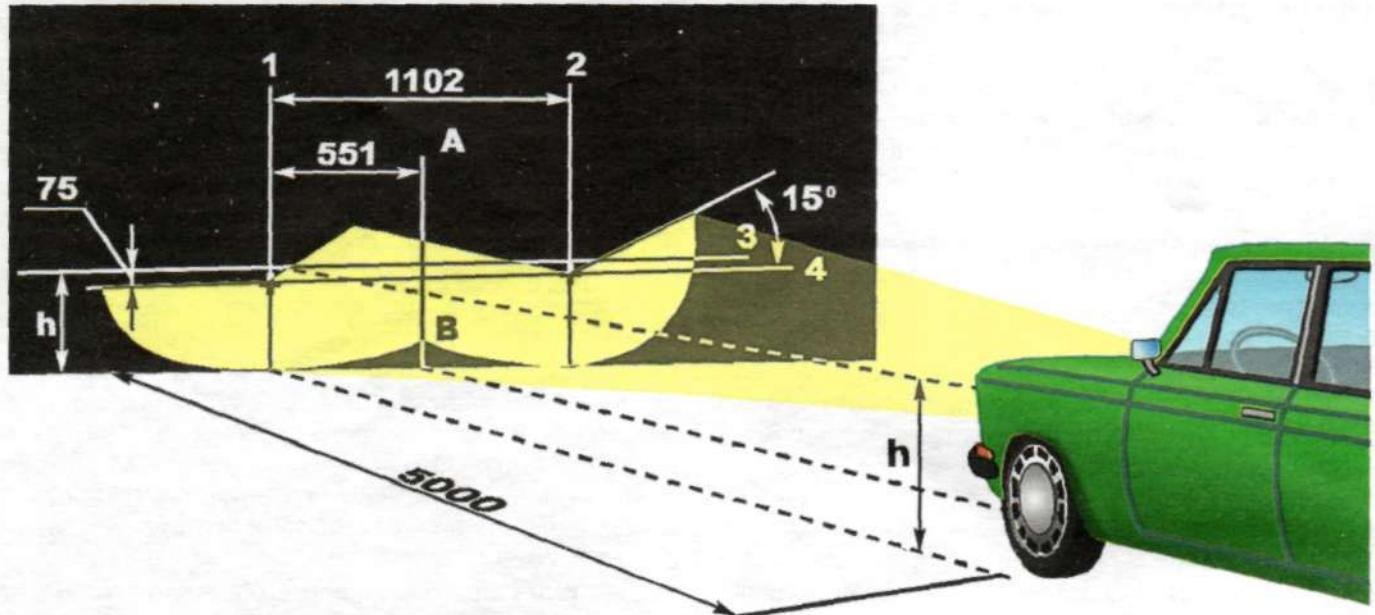

Рис.33. Разметка экрана и установка автомобиля при регулировке направления пучков света фар.
1. Разметить экран, как показано на рис.33. При этом линии 3 (линию центров фар) нанести на экран на расстоянии h , равном высоте расположения центров фар над уровнем пола. Расстояние h измерять на снаряженном автомобиле.
Направление света фары можно считать отрегулированным тогда, когда верхняя граница левой части светового пятна совпадет с линией 4 (см.рис.33), а вертикальные линии 1 и 2 проходят через точку пересечения горизонтального и наклонного участков светового пятна.